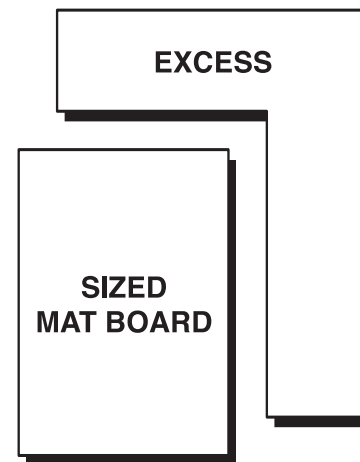

Fig.6
Étape 5 – À l'aide du couteau à passe-partout Logan et du couteau droit à passe-partout Logan 701, coupez le passe-partout le long des lignes tracées à l'étape 4. (Fig. 6)
Schritt 5 - Schneiden Sie mit dem Logan Mat Cutter und Logan 701 Straight Cutter den Passepartoutkarton auf den in Schritt 4 aufzeichneten Linien. (Abb. 6)
Procedura 5 – con la taglierina per passepartout Logan e la taglierina per tagli diritti Logan 701, tagliare il cartoncino in corrispondenza delle righe tracciate nella procedura 4 (Fig. 6).
Paso 5: con el cortador de placas Logan y el cortador recto Logan 701, corte el panel por las líneas dibujadas en el paso 4. (Fig. 6)